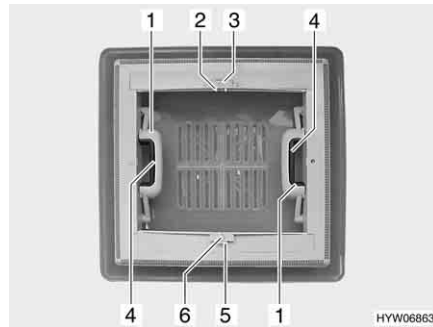

Fig. 32 Oblò a scatto
**Apertura:** ■ Premere la chiusura a scatto (Fig. 32,4) verso l'interno dell'oblò. Premere contemporaneamente verso l'alto l'oblò con la maniglia (Fig. 32,1).
**Chiusura:** ■ Tirare con forza verso il basso le due maniglie (Fig. 32,1) dell'oblò, fino a quando non scattano entrambe le chiusure.
**Chiusura:** ■ Premere l'arresto (Fig. 32,5) verso il lato esterno dell'oblò.
■ Tirare l'oscurante a rullo per la maniglia (Fig. 32,6) fino alla maniglia contrapposta della zanzariera a rullo (Fig. 32,2) e farla innestare.
**Apertura:** ■ Serrare la maniglia (Fig. 32,2). L'arresto si sblocca.
■ Riconduurre lentamente l'oscurante a rullo accompagnandolo con la maniglia (Fig. 32,6).
**Chiusura:** ■ Premere l'arresto (Fig. 32,3) verso il lato esterno dell'oblò.
■ Tirare la zanzariera a rullo per la maniglia (Fig. 32,2) fino alla maniglia contrapposta dell'oscurante a rullo (Fig. 32,6) e farla innestare.
■ Riconduurre lentamente la zanzariera a rullo accompagnandola con la maniglia (Fig. 32,2).